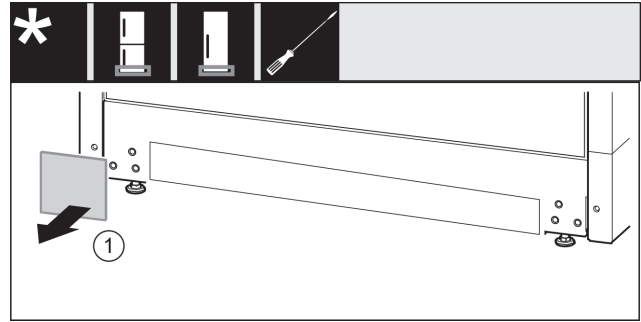

Fig. 35
▶ Ta av täckplattan. Fig. 35 (1)